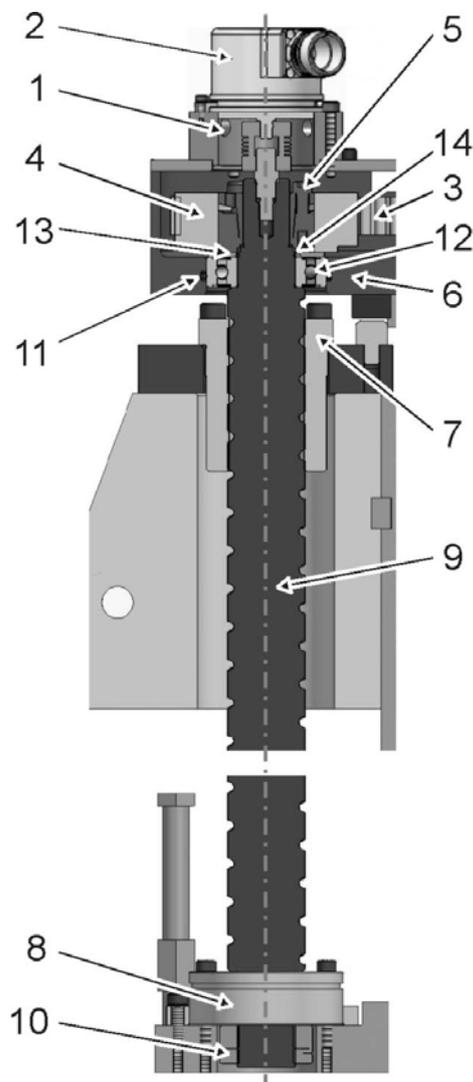

Abb. 10
- ⇒ Die Schrauben des Absolutgebers (Abb.10, Pos.2) lösen, dann die Klemmschrauben (Abb. 10, Pos. 1) entfernen, erst dann den Absolutgeber (Abb. 10, Pos.2) anheben und beiseite legen. Somit ist der Spannsatz (Abb. 10, Pos.5) für die Zahnriemenscheibe (Abb. 10, Pos.4) freigelegt.
- ⇒ Spannsatz (Abb. 10. Pos.5) lockern, und den Zahnriemen (Abb. 10, Pos.3) und die Zahnriemenscheibe (Abb. 10, Pos.4) nach oben, aus dem Gehäuse (Abb. 10, Pos.6) des Hubantriebs, über die Kugelspindel, (Abb. 10, Pos. 9), abziehen.
- ⇒ Das obere Lagergehäuse (Abb. 1, Pos.11) vom Hubschlitten lösen und über die Kugelspindel (Abb. 10, Pos.9) nach oben abheben, (O – Ring (Abb. 10, Pos.11) verbleibt im Lagergehäuse) und beiseite legen.
HINWEIS: O – Ring (Abb. 10, Pos.11) muss bei einer Demontage immer durch ein Neuteil ersetzt werden.
- ⇒ Die Schrauben der Spindelmutter (Abb. 10, Pos.7) am Querhaupt (Abb. 1, Pos.10) entfernen, dabei jedoch die Spindelmutter (Abb. 10, Pos. 7) am Querhaupt (Abb. 1, Pos.10) belassen.
- ⇒ Spannschrauben der Stellmutter (Abb. 10, Pos.10) zunächst kreuzweise leicht entspannen. Erst dann dürfen die Spannschrauben vollständig gelöst werden. So wird verhindert, dass die gesamte Spannung der Membrane auf die zuletzt zu öffnende Spannschraube wirkt und diese dabei blockiert.
- ⇒ Die Schrauben des Schrägkugellagers (Abb. 10, Pos.8) lösen
- ⇒ Jetzt kann das Schrägkugellager (Abb. 10, Pos.8) nach unten abgezogen werden.
- ⇒ Die Scheibe (Abb.10, Pos.14) und der Sicherungsring (Abb. 10, Pos.13) am oberen Teil der Kugelspindel (Abb. 10, Pos.9) abnehmen. Das freigelegte Rillenkugellager Abb. 10, Pos.12) nach oben abziehen.